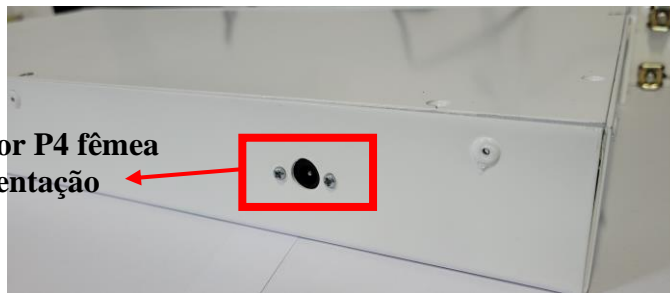

Figura 19 – Conector de alimentação visto na parte posterior do gabinete do **PC**
- Conecte no **PC** o cabo de saída da fonte, aquele com um plug P4 em sua extremidade. Mantenha a fonte desconectada da rede elétrica. O conector correspondente no gabinete do **PC** fica na parte posterior do gabinete. Este conector pode ser visto na *Figura 19*.